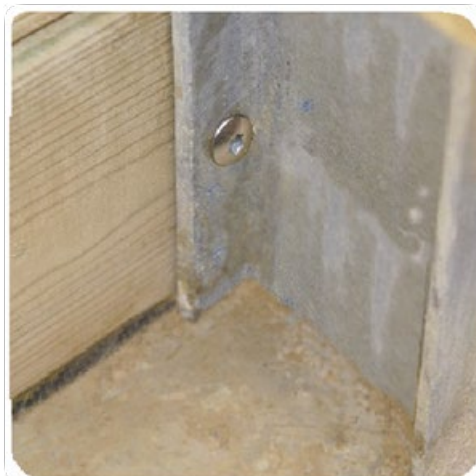

Abbildung 11 – Verkantung der Bohlen auf den Streben
- auf den 4 Streben (diese sind vorgebohrt, wie in **Abbildung 11** gezeigt) mit 36 Torx-Gewindeschrauben 6 × 30 aus A2 Edelstahl (Pack D).